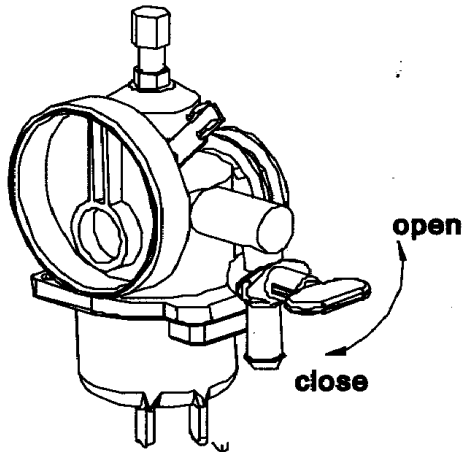

Fig. 1
2. Ouvrez la vanne de distribution, Fig.1. La poignée est située sous la position V, ce qui indique l'ouverture, tourné à 90 ° indique la fermeture.